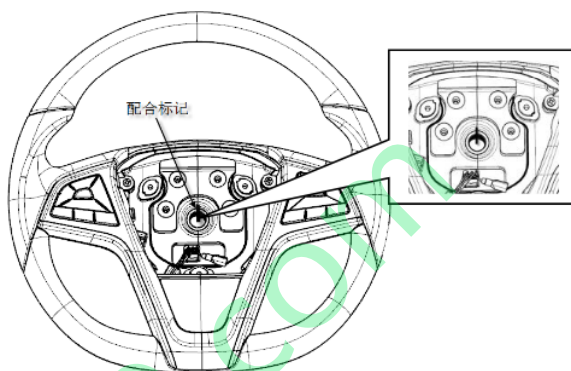

图3-4
③在转向盘总成和转向管柱总成的转向轴上做好配合标记，如图3-4所示。
④使用专用工具，拆下转向盘总成。